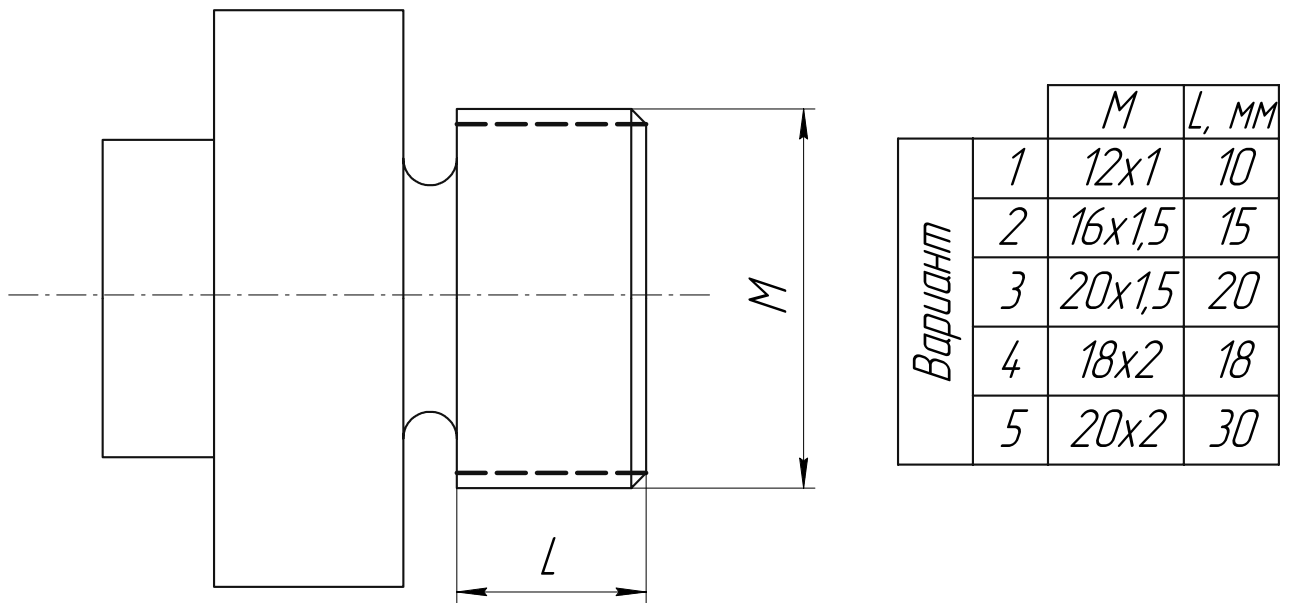

Рис. 3. Нарезание резьбы резцами, гребенками и фрезами
4. Нарезание резьбы резцами (см. рис. 3).
5. Нарезание резьбы гребенками и фрезами (см. рис. 3).